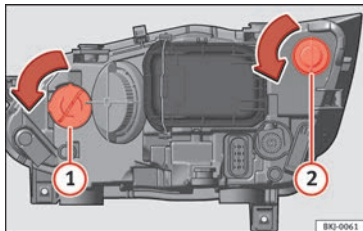

Fig. 113 En el vano motor: lámpara de luz intermitente ① y lámpara de luz DRL (luz de día) ②.
- Gire el portalámparas » **fig. 113** ① o ② hacia la izquierda y tire.